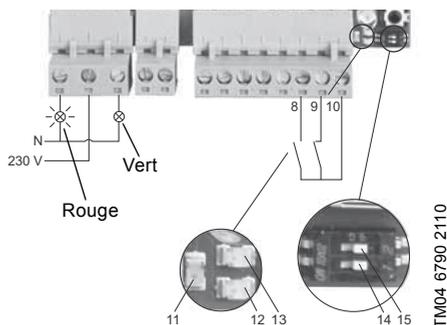

Fig. 10 Détection de trop-plein
Voir fig. 10.
Le voyant lumineux vert, indiquant un fonctionnement ordinaire, est éteint. La LED1 (pos. 11) clignote. Le nombre de clignotements indique l'alarme actuelle. Voir paragraphe 7.1.1 Alarmes et avertissements système et fig. 10.